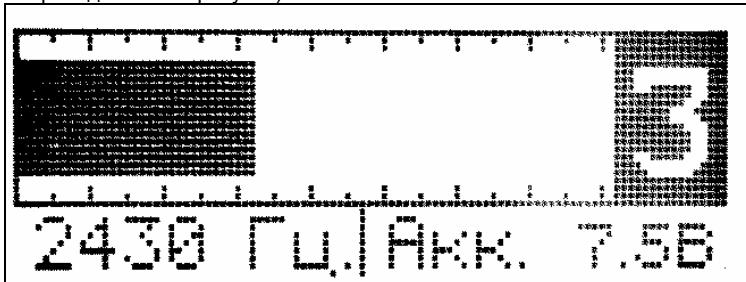

Рисунок 5-1. Внешний вид индикатора в режиме "ТРАССА"
3. Включите генератор ИЗИ и установите частоту 2,43 кГц. Включите приемник. После прохождения заставки, кнопкой «РЕЖИМ» переведите прибор в режим трассоискателя (см. рисунок 5-1). Нажмите кнопку «ЧАСТОТА». Значение частоты из нижней левой части экрана ЖКИ передает в рамку и отобразится на экране крупными символами. Кнопкой «ЧАСТОТА» установите на экране частоту 2430 Гц. Кнопкой «РЕЖИМ» закончите процедуру установки частоты,